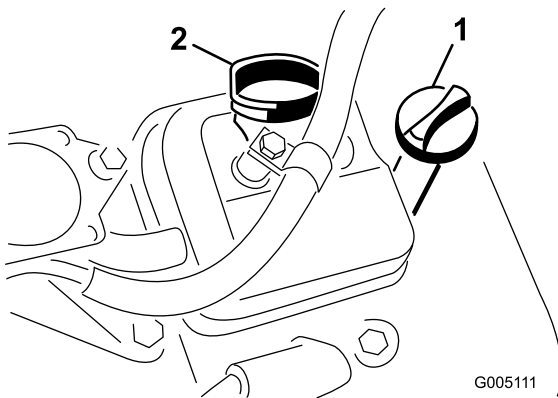

Bild 21
3. Stecken Sie den Peilstab in das Rohr und stellen Sie sicher, dass er vollständig eingeführt ist (Bild 21)